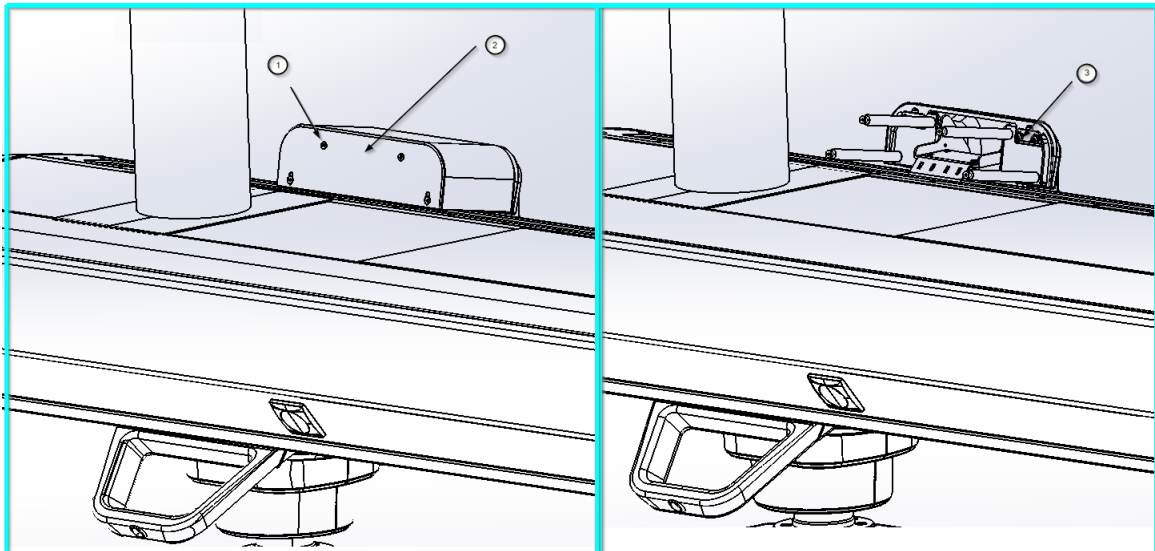

Abb. 10 Entfernen der oberen Zierblende
- Lösen Sie die Befestigungsschrauben ①, mit denen die obere Zierblende ② befestigt ist, wie links in Abbildung 10 gezeigt.
- Entfernen Sie die obere Zierblende ②